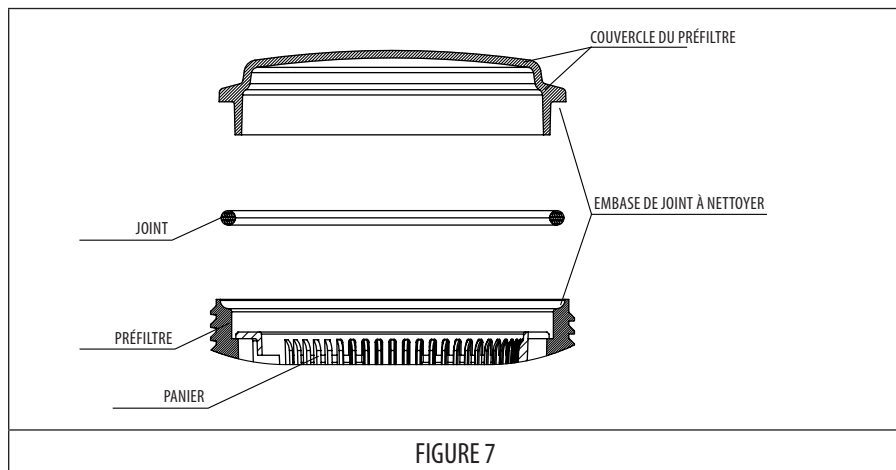

FIGURE 7
- À chaque fois que vous ouvrez le préfiltre, nettoyez les impuretés dans le logement du joint et le joint lui-même pour assurer l'étanchéité de la fermeture du couvercle (FIGURE 7).